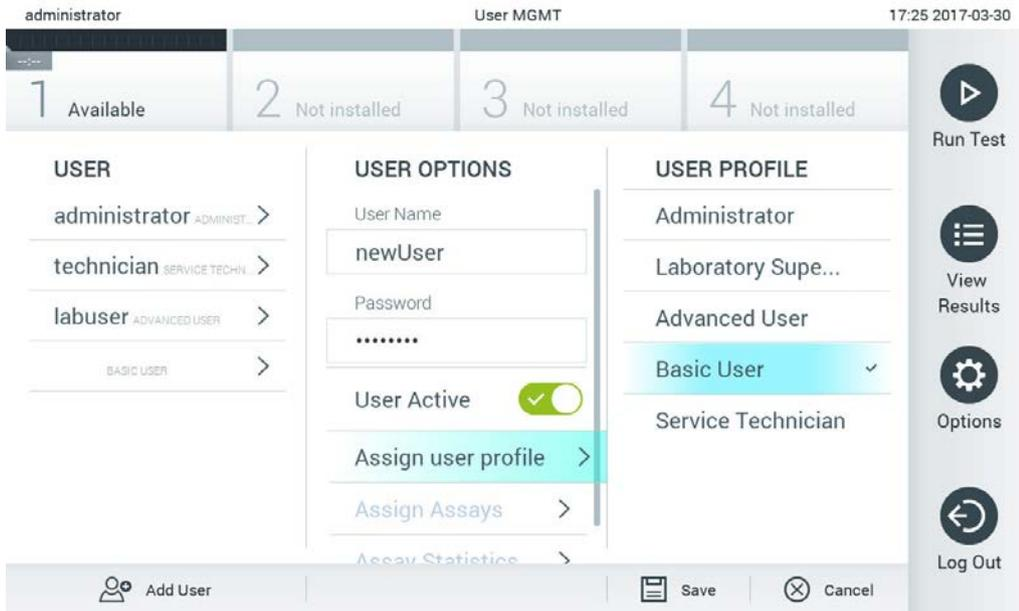

Figura 64. Assegnazione di un profilo utente a un nuovo utente.
4. Premere Assign User Profile (Assegna profilo utente) e assegnare il profilo utente appropriato (dall'elenco sulla destra dell'area dei contenuti) al nuovo utente (Figura 64, pagina successiva).